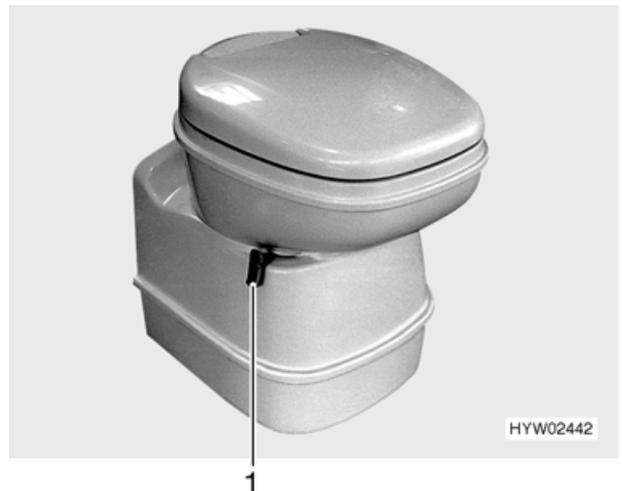

Fig. 60 Tazza del WC Thetford
- Prima di tirare l'acqua, aprire il cursore della toilette Thetford. A tal fine girare la leva del cursore (Fig. 60,1) in senso antiorario.
- Dopo aver tirato l'acqua chiudere il cursore. Girare la leva del cursore (Fig. 60,1) in senso orario.
- Girare la leva del cursore (Fig. 60,1) in senso orario. Il cursore viene chiuso.